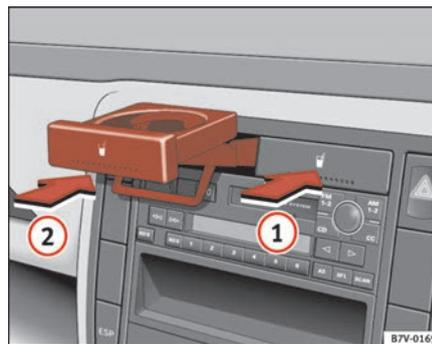

Fig. 105 Portabevande nella console centrale
- Spingere il portabevande nel senso della freccia ⇒ **fig. 105** fino a quando rimane incastrato.